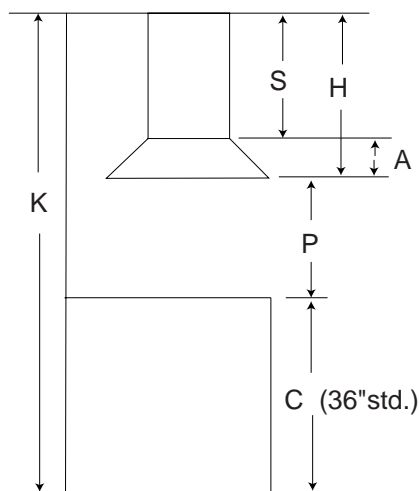

Figure 2
Opérations préliminaires à l'installation (Figure 2)
- a) Choisir la hauteur souhaitée P de la hotte, de façon à ce qu'elle soit pratique pour l'utilisateur (voir Figure 2). Hauteur conseillée: 30" - 36": hauteur autorisée: 24" - 36".
- b) Calculer la hauteur de la hotte H par rapport à l'installation (Figure 2). $H = K - C - P$.
- d) Calculer la hauteur de la structure de support S (en utilisant les formules reportées dans la Figure 2 et en vérifiant les dimensions de la hotte). Conserver les calculs pour une installation ultérieure.
4. La hauteur pour l'installation de la hotte sur le plan de la cuisine doit être établie en fonction des exigences de l'utilisateur (voir aussi dimensions P à la figure 2). Plus la hotte sera placée en bas, par rapport à la cuisine, plus l'aspiration des vapeurs et des odeurs de cuisson, de la graisse et de la fumée sera efficace. Veiller à ce que le modèle de la hotte choisie soit approprié pour l'installation.